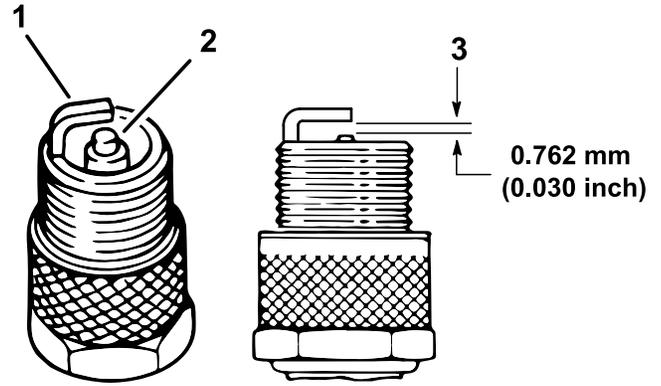

図 40
5. 図 40のように、電極間のエアギャップを 0.76 mm に調整する。
4. 電極 (側面と中央) と碍子の状態を点検する(図 40)。